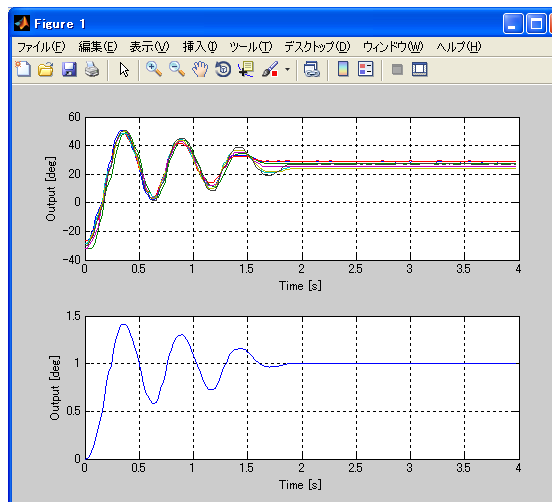

図8 8回の実験データと平均応答
- iv. 実験が終わると、上段に 1 回目を除いた `Ncyc-1` 回分のステップ応答（ただし、正転側のステップ応答のみ）と下段にそれらの平均応答が表示される（図 8）。